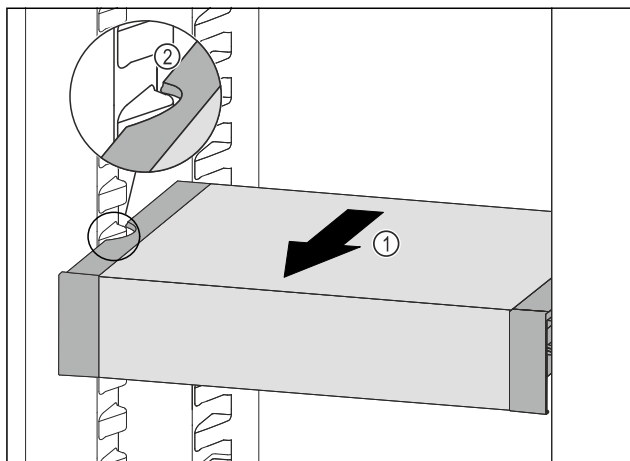

Fig. 179
- Ladicu VarioSafe vucite prema naprijed Fig. 179 (1) sve dok se boćni otvori ladice VarioSafe ne nađu na visini žlijeba spremnika u hladnjaku. Fig. 179 (2)